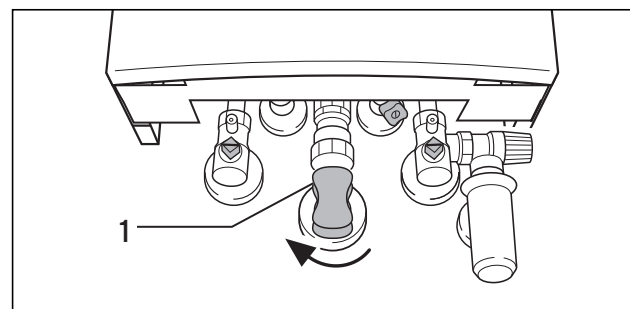

Bild S.1: Stänggaskranen
- stäng avstängningskranen till gasen (1) på pannan (bild S.1) och huvudavstängningskranen